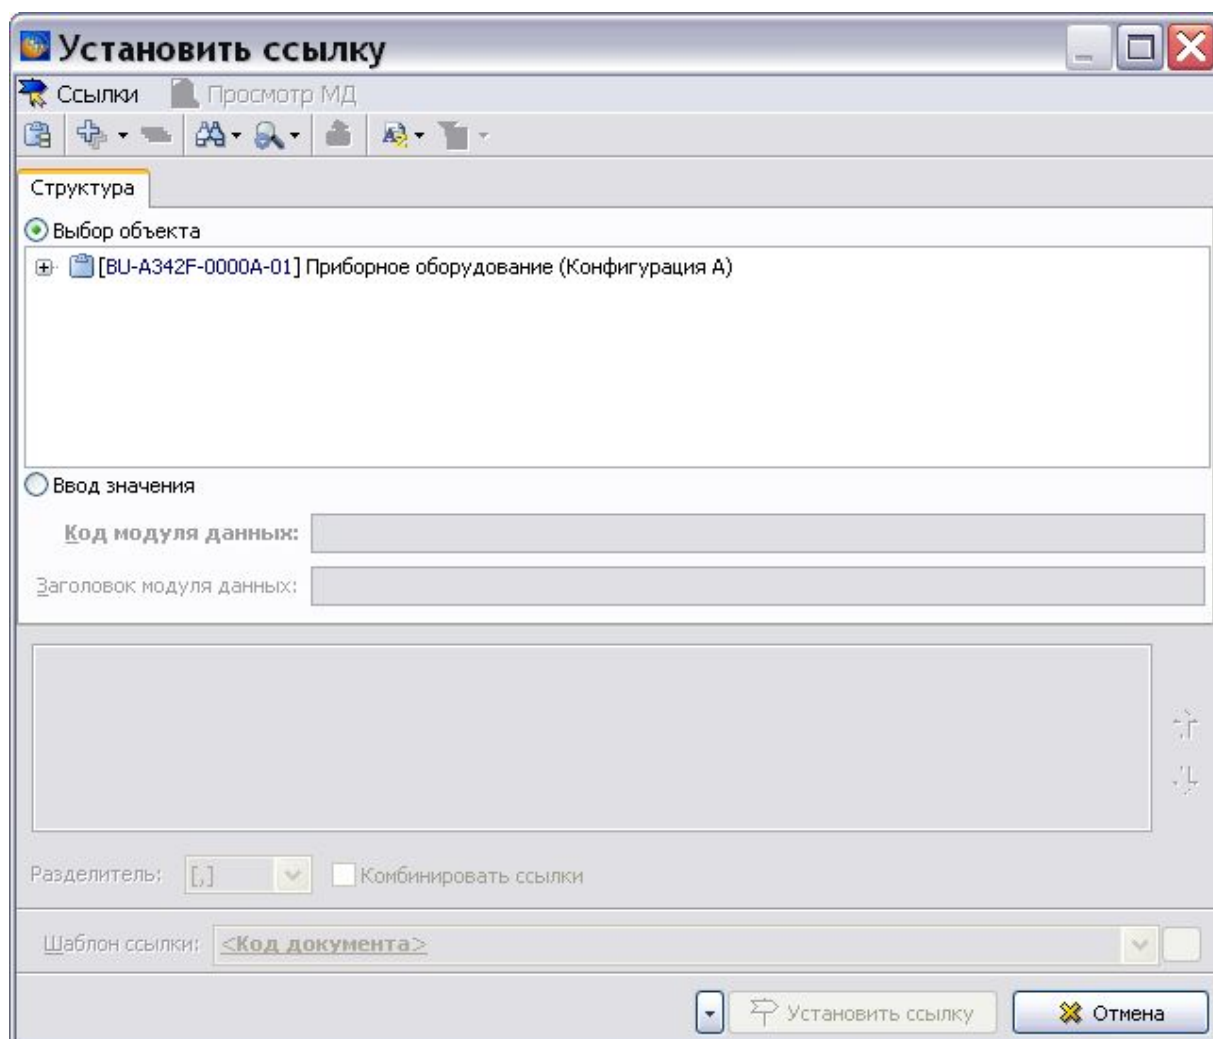

Рис. 3.234
4. Нажмите на кнопку **Выбрать**. После этого произойдет возврат в окно **Установить ссылку** (Рис. 3.234).